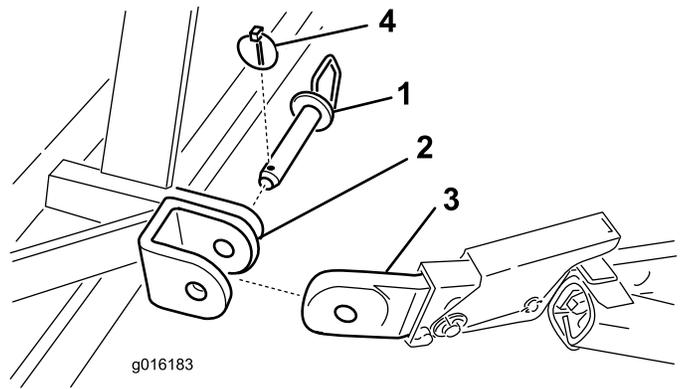

Bild 4
- Befestigen Sie die Unterlenkerarme mit Anbauvorrichtungsstiften und Klappsteckern an der Befestigungshalterung am Aerifizierer (Bild 4).